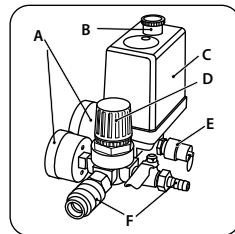

рис. 11
Компрессор работает полностью автоматически при помощи реле давления (С) (рис. 11), останавливающего двигатель по достижении максимального давления и запускающего компрессор при падении давления до минимального установленного уровня (на 2 бара меньше максимального рабочего давления).
шения давления. Закончив работу, рекомендуется перевести значение выходного давления на нуль по манометру (А) (рис. 11). Данная операция необходима, чтобы предотвратить увеличение погрешности и быстрый износ редуктора.
Подключение пневматического инструмента к компрессору осуществляется с помощью выходного быстросъемного штуцера (F) (рис. 11) или разъема для пневматического шланга.